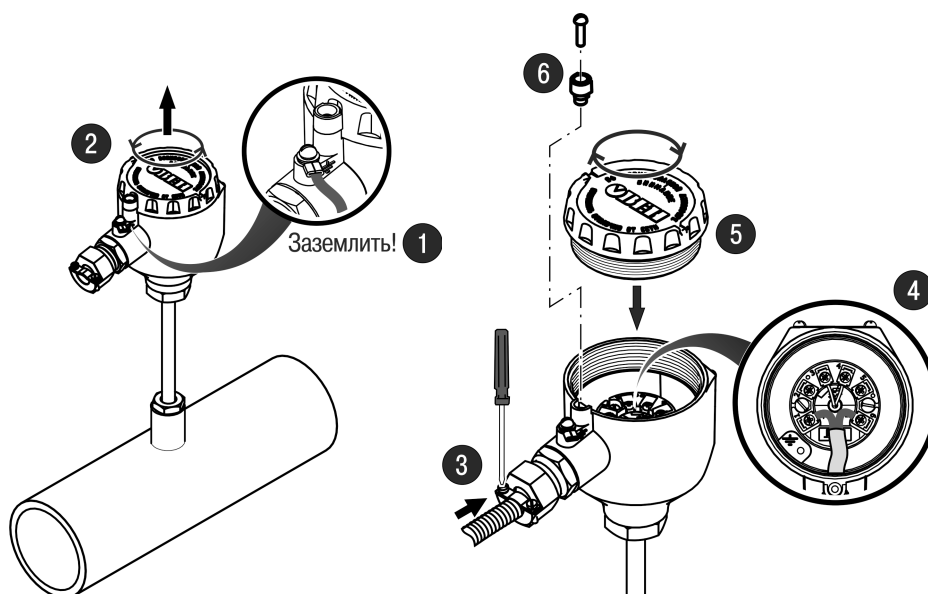

Рисунок 6.1 – Монтаж внешних электрических цепей
2. Подключить внешние связи (см. рисунок 6.1):